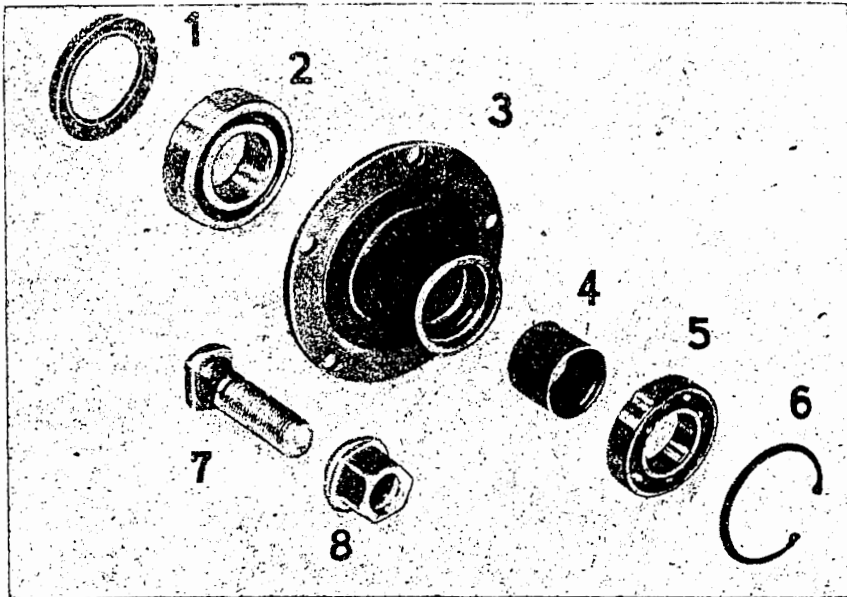

Bild V 5. Radnabe demontiert
6. Radnabe demontieren (Bild V 5).